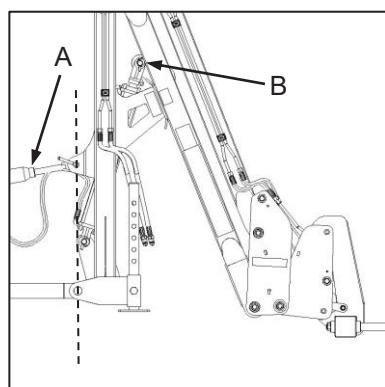
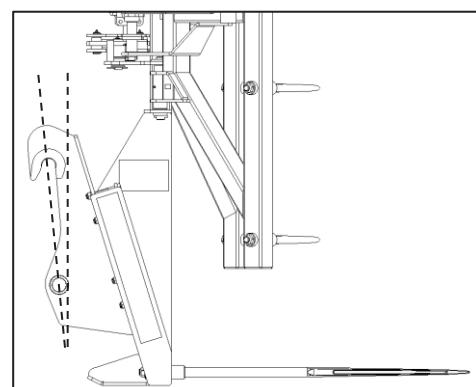

Fig. 3
Fig. 4
- ✓ The implement frame must be set to a vertical position once lifted to the anticipated working height. This is accomplished by adjusting the length of the tractor hitch top link (Uniloader®, Fig. 3-A) or the tilt of the telehandler's tool carrier (Fig. 4).
- ✓ On Uniloader® models, ONLY the upper clevis spherical bearing (Fig. 3-B) requires greasing before use. The rest of the articulation points contain maintenance-free, self-lubricating bushes.
- ✓ Die implementraam moet in 'n vertikale posisie gestel word sodra dit tot die verwagte werkshoogte oopgelig is. Dit word bewerkstellig deur die lengte van die boarm van die trekker te verstel (Uniloader®, Fig. 3-A) of die kantel van die telehandler se gereedskapdraer aan te pas (Fig. 4).
- ✓ Op Uniloader®-modelle benodig SLEGS die boonste sferiese laer (Fig. 3-B) ghries voor gebruik. Die res van die artikulasiepunte bevat onderhoudsvrye, selfsmerende busse.